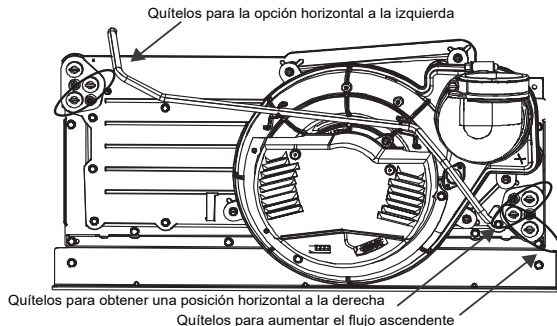

Fig. 13 – Tapones de drenaje
- Quite dos de los tapones de drenaje de la caja del colector instalados de fábrica. Tapones de drenaje de orientación específica (consulte la Fig. 13).
4. Quite el drenaje apropiado de la caja del colector (consulte la Fig. 13).